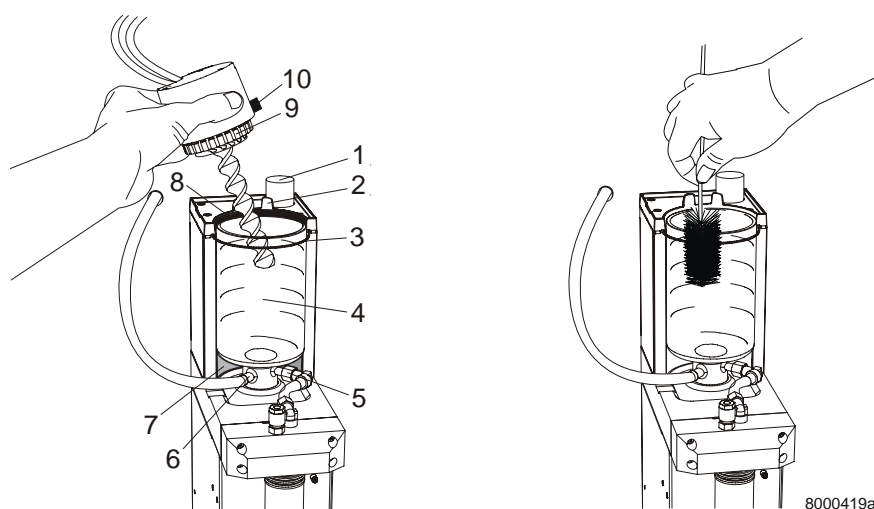

图 5: 3 用柔软的试管刷进行清洁
1. 抬起搅拌器（9），将其移出滴定缸（4），放置在固定支架（1）上，见图 5：3。